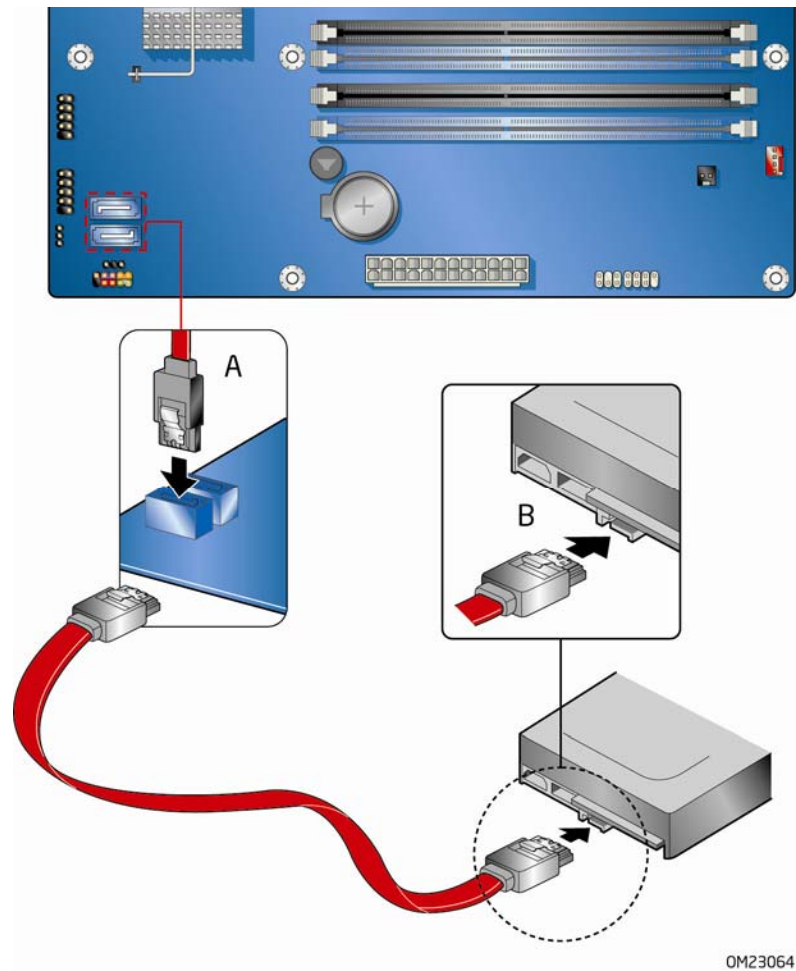

图 19. 连接 SATA 驱动器
2. 将 SATA 电缆的一端连接到主板上的一个 SATA 连接器上（图 19 中的 A），而将电缆的另一端连接到 SATA 驱动器数据连接器上（图 19 中的 B）。